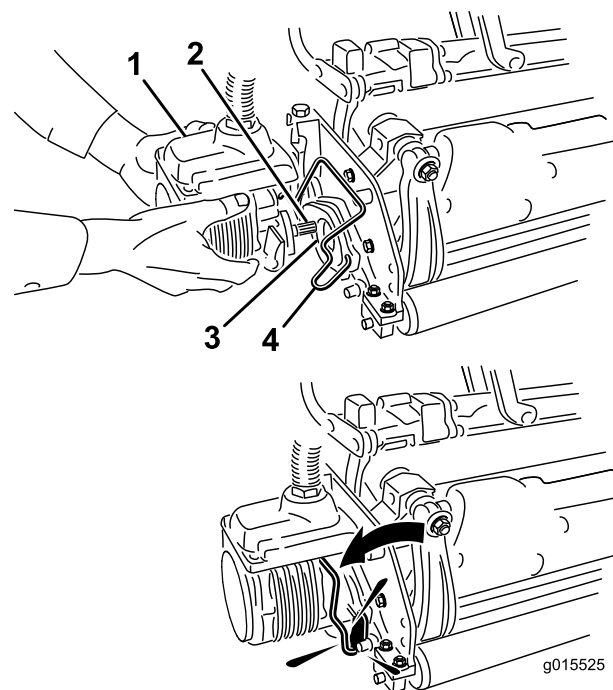

図 15
11. カuttingユニット用モータのスプライン・シャフトにきれいなグリスを塗りつける (図 15)。
12. モータを、カuttingユニットの左側 (運転席から見て) に取り付け、カuttingユニットについているモータ固定バーを、モータの上から被せるようにセットし、モータの左右から「カチッ」というロック音が聞こえるまで押し下げる (図 15)。